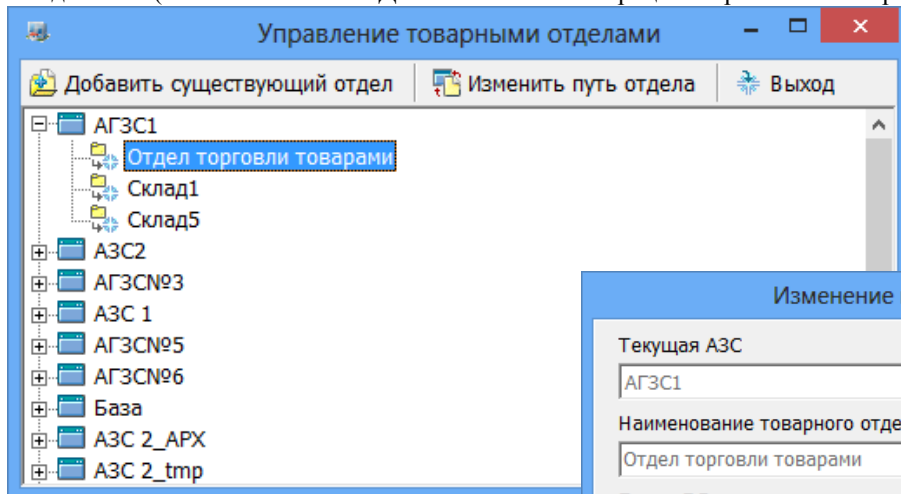

Рис. 20
**1 способ.** Просмотр списков отделов для каждой АЗС, добавление к АЗС существующего товарного отдела, изменение пути каталогов нахождения отделов можно выполнить из окна «Управление товарными отделами» (меню «МАГАЗИН\Дополнительные операции\Управление товарными отделами», рис.20, 20а).
Рис. 20а